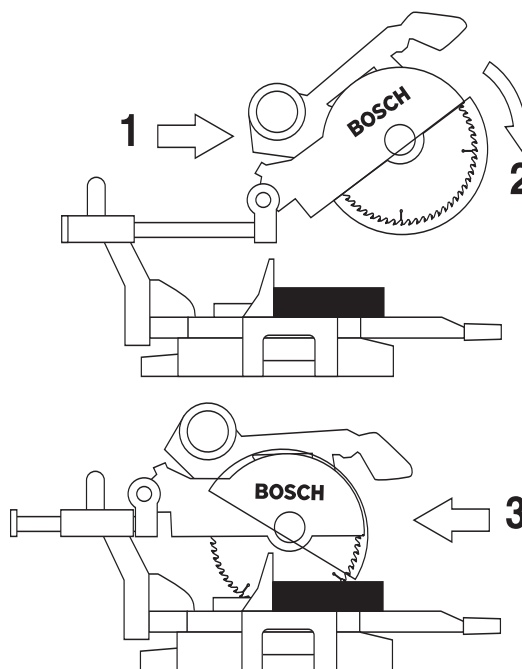

Figure 27. Coupe par glissement
3. Saisissez la poignée de l'interrupteur et tirez la tête en sens opposé au guide, jusqu'à ce que la lame dégage l'ouvrage ou jusqu'à son prolongement maximum si la lame ne peut décaler l'ouvrage (Figure 27).